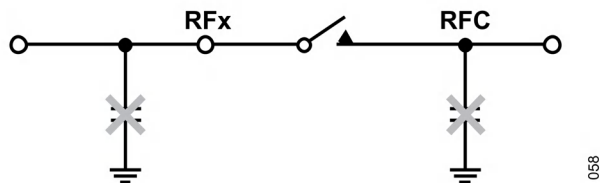

図 70. 大きなコンデンサを直接スイッチに接続することは避けます
- ▶ 容量性の終端を直接スイッチに接続することは避けてください（図 70 参照）。シャント・コンデンサに電荷が保存されると、スイッチのオープン時またはクローズ時にホット・スイッチング・イベントが発生し、スイッチの寿命に影響を与えることがあります。